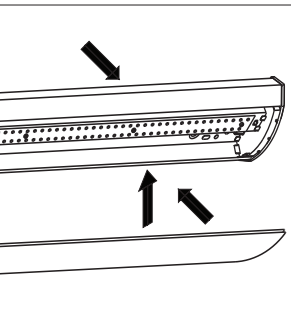

Fig. 6
- Fixez la lentille (Fig. 6). Installez la lentille en alignant la rainure de la lentille avec le bord du profilé. Assurez-vous que la lentille est bien installée sur les deux côtés et sur toute la longueur. Retirez la pellicule protectrice de la lentille.